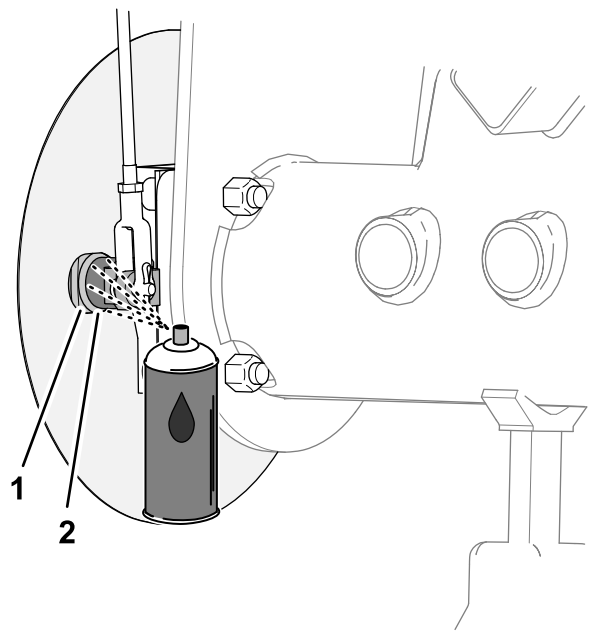
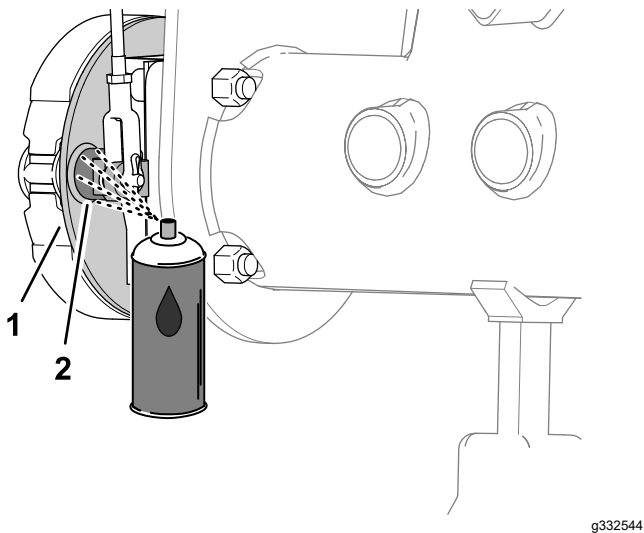

図 69
図 68
1. ブレーキのバックングプレートの機体中心側ガラスシールド非装着車の場合または、ホイールシールドの機体中心側ガラスシールド装着車の場合に、ブレーキのカムシャフトとバックングプレートとの間に浸潤性のオイルをスプレーする 図 68または 図 69。